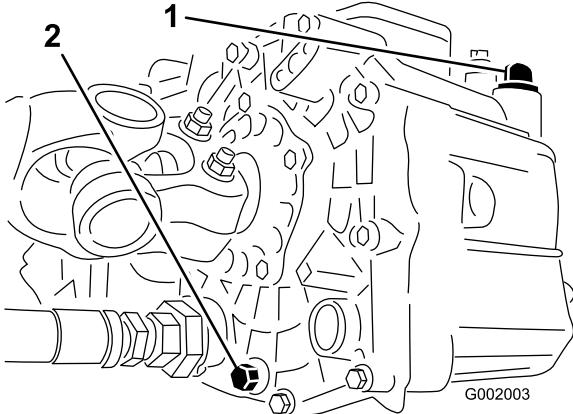

Figura 67
- Togliete la valvola di spurgo situata sul fianco del serbatoio e lasciate defluire il fluido idraulico nella bacinella. (Figura 67).